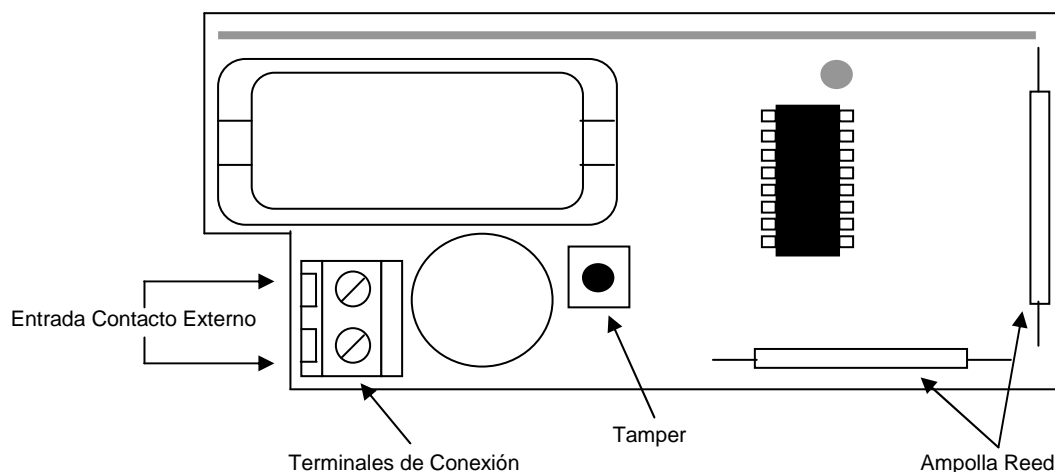

Figura 14
4. Retire la ampolla reed que no se vaya a utilizar. Para ello corte las patas de la ampolla reed, lo más cerca posible del circuito (figura 14).